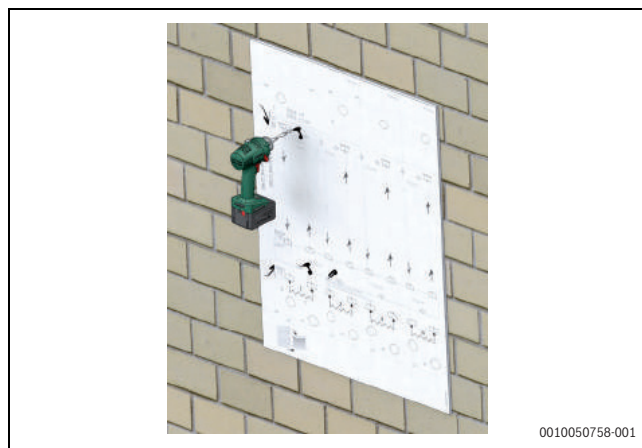
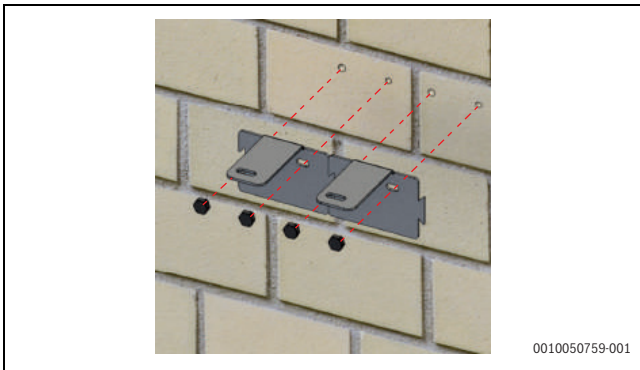

Fig. 193 Taladrar la pared
Fig. 194 Fijar los soportes murales
3. Colocar la plantilla de taladrado en la pared en la posición en la que instalaría el módulo. Después de haber fijado la plantilla de taladrado, taladrar la pared según los taladros correctos (→ fig. 193). Después retirar la plantilla de taladrado y fijar los soportes murales en la pared con el tornillo de anclaje de 12 mm (no incluido), (→ fig. 194).